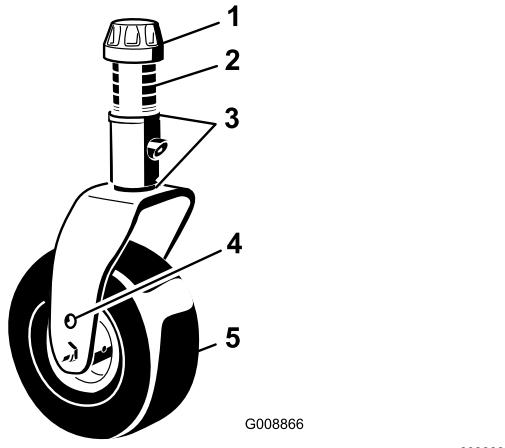

Bild 105
1. Entfernen Sie die Spannkappe von der Spindelwelle und ziehen die Spindel aus dem Laufradarm heraus (**Bild 105**). Stecken Sie die Beilagscheiben nach Bedarf um, um das Laufrad anzuheben oder abzusenken, bis das Mähwerk die korrekte Neigung erhalten hat.